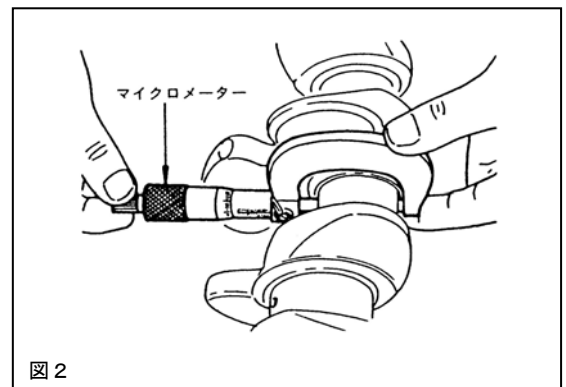
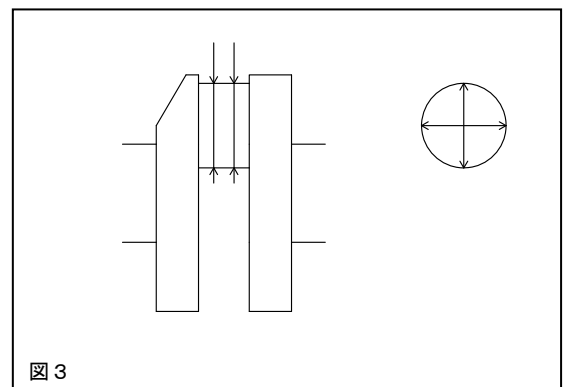

図 2
図 3
2. 3 図2、図3を参照し、クランクシャフトのピン径をマイクロメータを使用して測定してください。（4ヶ所を測定し、大きい値を計算に使用する。）